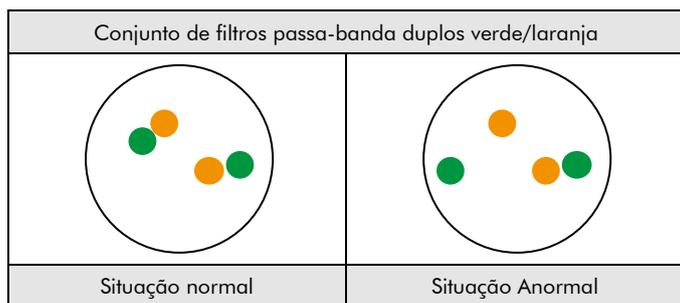

Fig. 2: Resultados esperados em núcleos normais e anormais
**Situação normal:** Nas interfases de células normais ou de células sem uma translocação que envolva a região do gene MYC, aparecem dois sinais de fusão verde/laranja (ver Fig. 2).
**Situação anormal:** Uma região do gene MYC afectada por uma translocação é indicada por um sinal verde separado e um sinal laranja separado (ver Fig. 2).